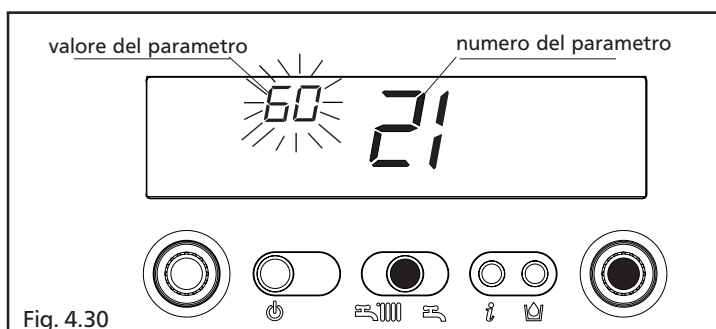

Fig. 4.30
Alla pressione del tasto ENTER lampeggia il valore precedentemente impostato (fig. 4.30)
- premere il tasto ENTER per accedere alla modifica del valore del parametro. Alla pressione del tasto ENTER i digit lampeggiano evidenziando il valore precedentemente impostato (fig. 4.30)